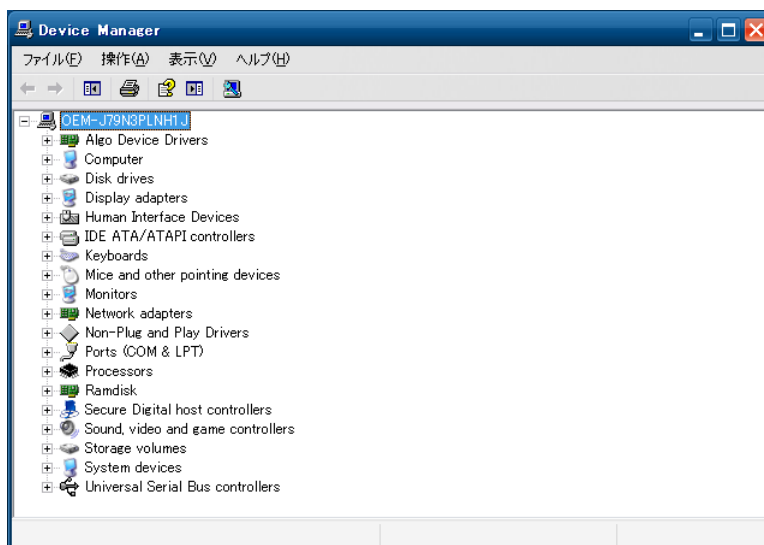

図 2-3-5-1. Device Manager
- ① スタートメニューから[コントロール パネル]を選択します。
- ② [コントロール パネル]が開きます。[システム]を実行します。
- ③ [システムのプロパティ]ダイアログが開きます。
- ④ [ハードウェア]タブを選択します。[デバイス マネージャ]ボタンを押します。
- ⑤ [Device Manager]が開きます。(図 2-3-5-1)
- ⑥ [表示]メニューから[非表示のデバイスの表示]を選択します。(図 2-3-5-2)